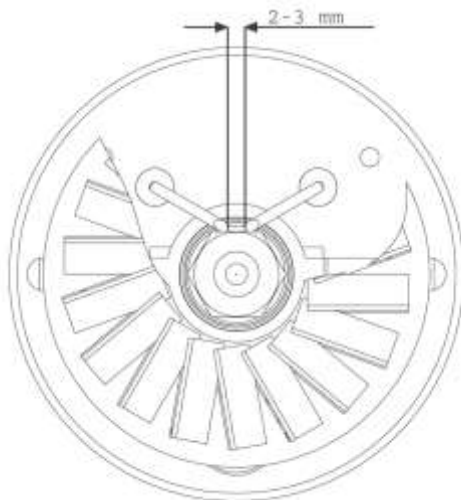

Bild .2
- Brenner ausbauen und seine Bestandteile reinigen. Elektroden reinigen und Abstand auf den Wert gemäß Bild 2 einstellen.
• Position d. Elektroden und deren Entfernung gemäß Schema Bild 2 über-prüfen